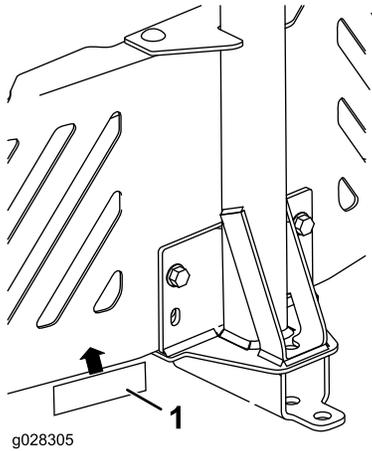

Figura 13
4. Aplique la pegatina de la barra de tracción a 1,3 cm a la izquierda de la placa de enganche (Figura 13)..